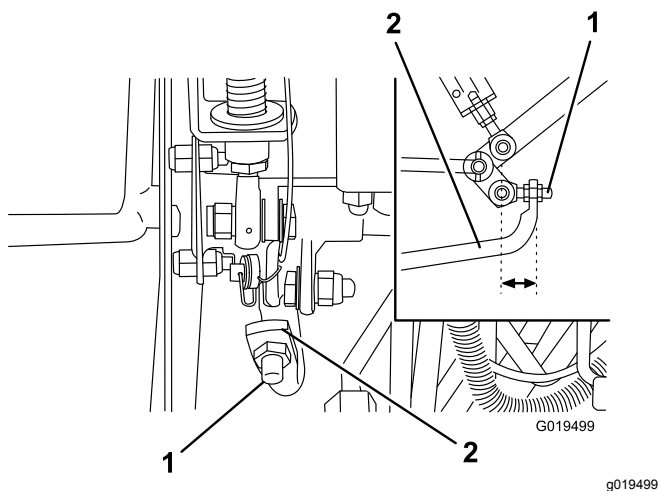

Рисунок 65
4. Отрегулируйте контргайки на торце штока насоса, переместив трубку управления насосом вперед, чтобы предотвратить самопроизвольное медленное перемещение вперед, или назад, чтобы предотвратить самопроизвольное медленное перемещение назад (Рисунок 65).